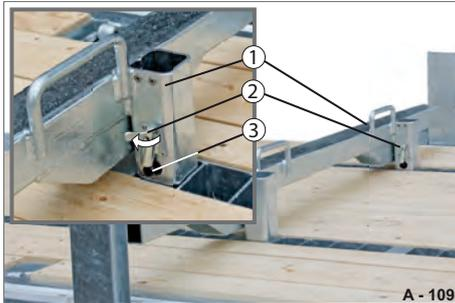

Abb. 164 Sicherungsschienen entsichern
- ▶ Stift (Abb. 164/2) umdrehen. Bolzen (Abb. 164/3) fährt heraus. Sicherungsschiene (Abb. 164/1) wird freigegeben.